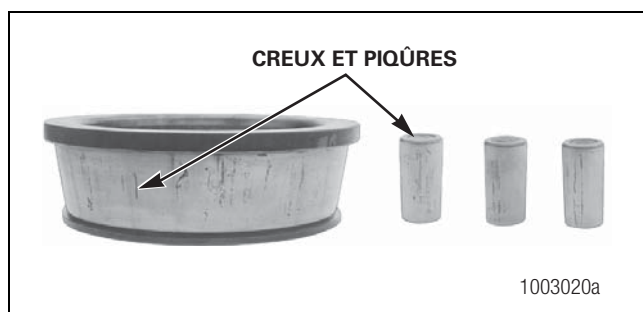

Figure 5.4
- Les rouleaux et surfaces de la bague et du cône intérieur en contact avec les rouleaux sont endommagés. Figure 5.4.